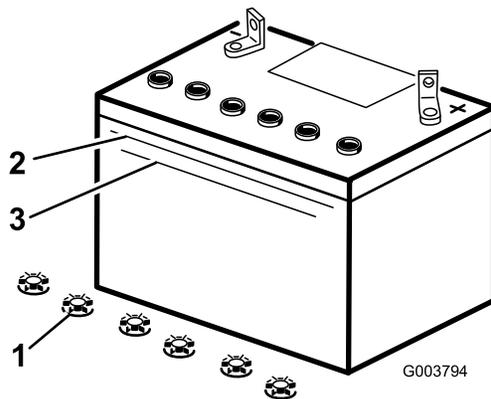

Рисунок 29
3. Посмотрите на боковую стенку аккумулятора. Уровень электролита должен доходить до линии Upper (Верхний) (Рисунок 29). Следите за тем, чтобы уровень электролита опустился ниже линии Lower (Нижний) (Рисунок 29).
3. Снимите крышки заливных горловин аккумулятора (Рисунок 29).
4. Медленно залейте дистиллированную воду во все банки аккумулятора до тех пор, пока уровень электролита не дойдет до линии Upper (Рисунок 29) на корпусе аккумулятора.
5. После заполнения банок аккумулятора подождите пять или десять минут. В случае необходимости добавьте дистиллированную воду, пока уровень электролита не дойдет до линии Upper (Рисунок 29) на корпусе аккумулятора.